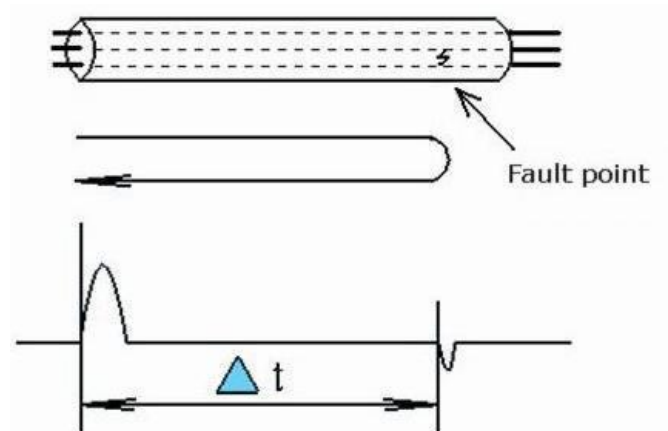

Figure 1. Principe
**Ces points incluent le point de court-circuit, le point de défaut, le connecteur central, etc. Lorsque vous atteignez ces points, la réflexion de l'impulsion est renvoyée et enregistrée. Voir la figure 1. La figure 1 montre un point de défaut dans un câble, t est la durée pendant laquelle l'impulsion est transmise et la réflexion d'impulsion est reçue, ainsi la distance de point de défaut Lx est la suivante:**